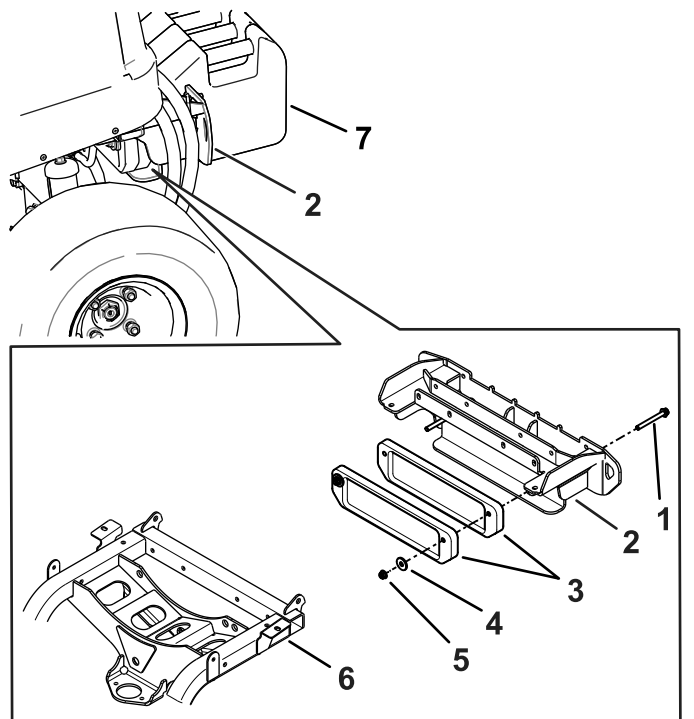

Figura 30
1. Instale los 2 pesos (6 kg / 15 libras) entre el bastidor y el guardabarros trasero con 2 pernos (3/8" x 3 1/2"), 2 arandelas (3/8") y 2 contratueras (3/8"). Consulte Figura 30.